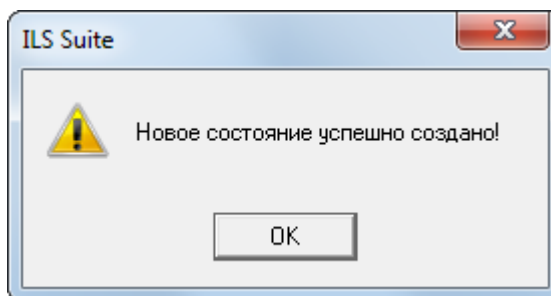

Рис. 22-30 – Информационное сообщение
7) Для создания технического состояния типа «Хранение» нажать «Да» (рис. 22-30). При ответе «Нет» новое состояние не будет создано – при необходимости его можно создать вручную (см. подраздел 28.1 «Создание нового состояния», стр. 924).